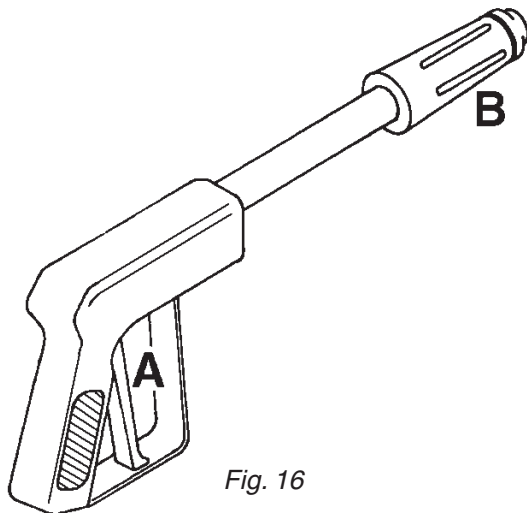

Fig. 16
8. Appuyez ensuite sur la poignée rouge **A** (Fig. 16) pour pulvériser le liquide hors du pistolet de pulvérisation. Vérifiez la pression sur la jauge de pression **3** (Fig. 15) du système et complétez l'étape **6** pour le réglage.
9. Pour régler le mode de pulvérisation, pivotez la poignée noire **B** (Fig. 16) vers L'EXTÉRIEUR pour un jet de pulvérisation étroit sur des distances longues et vers L'INTÉRIEUR pour un mode de pulvérisation plus large et une meilleure couverture à des distances plus rapprochées.